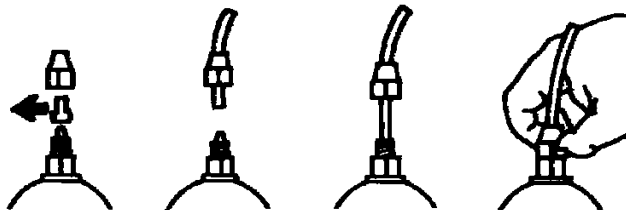

Fig. 7
- Enlever les deux capsules rouges de protection des raccords, insérer jusqu'au fond les tubes sur les raccords coniques correspondants et les bloquer avec les bagues de fixation prévues à cet effet (Fig. 7).